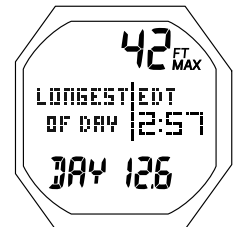

Fig. 125 - ÉCRAN DE DONNÉES DAY HISTORY N°3
**ÉCRAN DE DONNÉES DAY HISTORY N°3** : paramètres affichés (Fig. 125)